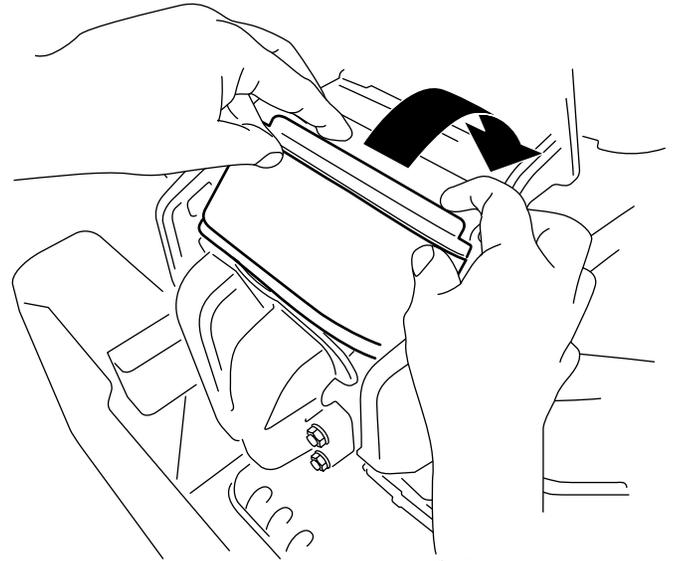

Figura 29
3. Introduzca el filtro en la cámara, girándolo para asentarlo correctamente contra el colector (Figura 29).